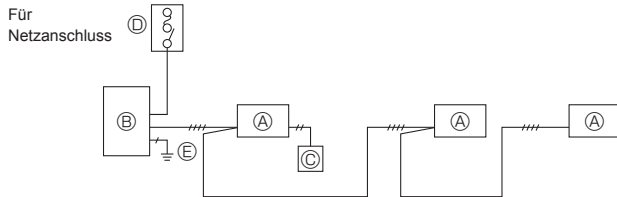
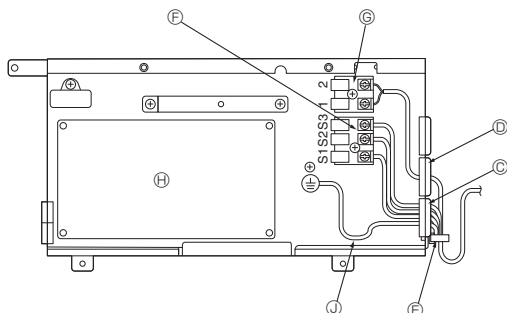

Fig. 7-2
Fig. 7-3
7.2. Innenanlage (Fig. 7-2) (Fig. 7-3)